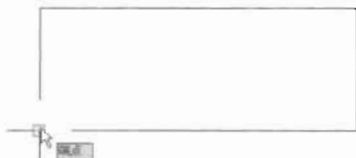

图 7-18
(3) 系统回到绘图区域，捕捉矩形的左下角顶点作为新的图案填充原点，如图 7-18 所示。